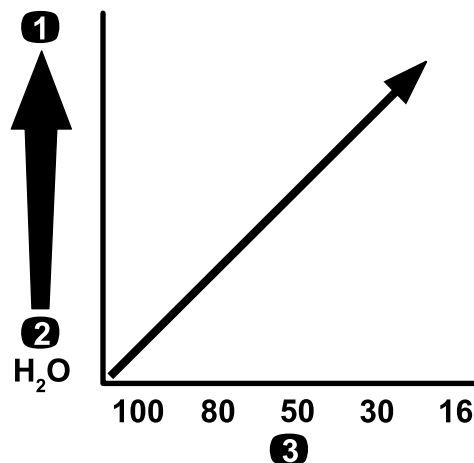

Figure 25
**Important:** Lorsque vous pulvérisez des produits chimiques de viscosité élevée (plus épais) ou des solutions avec poudres mouillables, vous devrez peut-être utiliser un maillage plus grossier pour le filtre de pression optionnel; voir Figure 25.